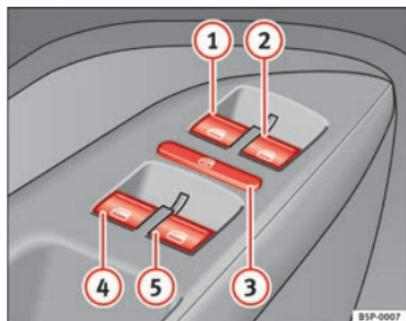

Fig. 67 Pormenor da porta do condutor: comandos para os vidros dianteiros e traseiros
Os botões ⇒ Fig. 67 ① e ② têm duas posições para abrir e duas para fechar os vidros. É assim mais fácil controlar a abertura e o fecho.